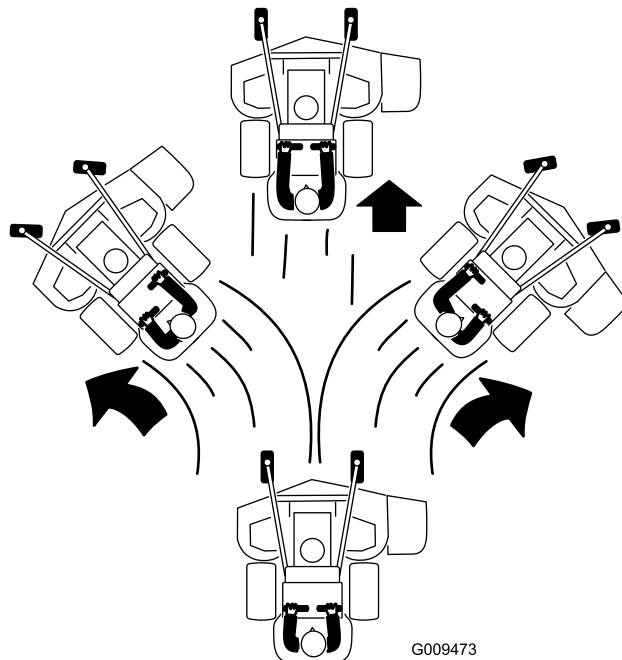

Figure 20
4. Poussez les leviers de commande de déplacement lentement en avant (Figure 20).